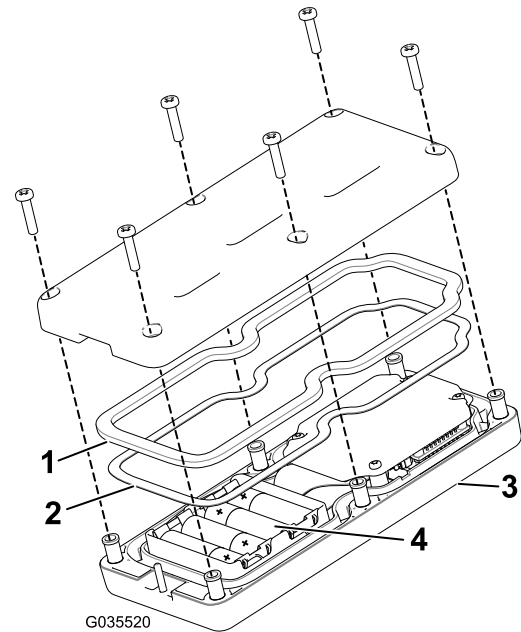

Figura 26
3. Retire los 6 tornillos de la parte trasera del control remoto y quite la tapa (Figura 26).
5. Inserte cada batería nueva en su alojamiento observando la polaridad correcta. (Si las pilas se instalan de forma incorrecta, la unidad no resultará dañada, pero no funcionará.) El alojamiento lleva marcas de polaridad para cada terminal grabadas en relieve (Figura 26).
6. Si quita la junta de goma o el obturador de acero por accidente, colóquelos de nuevo con cuidado en su lugar del control remoto de mano (Figura 26).
7. Vuelva a colocar la cubierta y fíjela con los 6 tornillos que retiró anteriormente (Figura 26) y apriételos a entre 1,5 y 1,7 N·m.